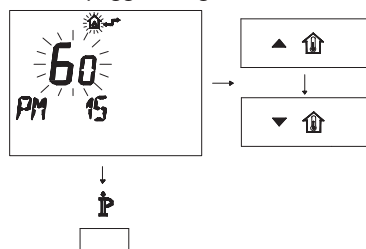

Figura 5.31
- Modificare il SET programmato agendo sui pulsanti o fino a visualizzare un **set di 60**, aspettare che il numero programmato cominci a lampeggiare (Figura 5.31)